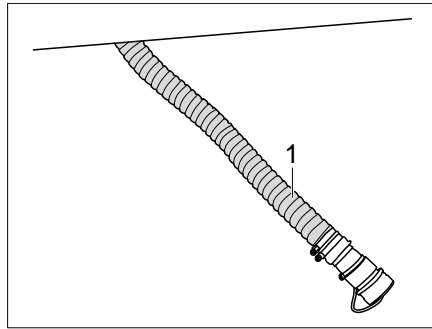

Bild 355 Kassette Zerhackertoilette entleeren
- Entleerungsschlauch (Bild 355,1) unter dem Fahrzeug aushängen und in die Entsorgungsstation leiten.
- Entleerungsschlauch (Bild 355,1) in der Entsorgungsstation lassen.
- Entleerungsschlauch (Bild 355,1) unter dem Fahrzeug verstauen.